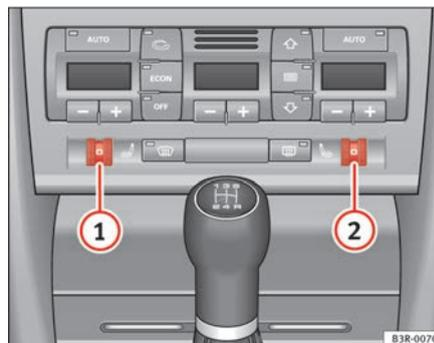

Fig. 136 Détail du tableau de bord : molettes de réglage du chauffage des sièges
Tournez la molette ① ou ② ⇒ fig. 136 pour mettre en circuit et régler le chauffage du siège du conducteur ou du passager avant.